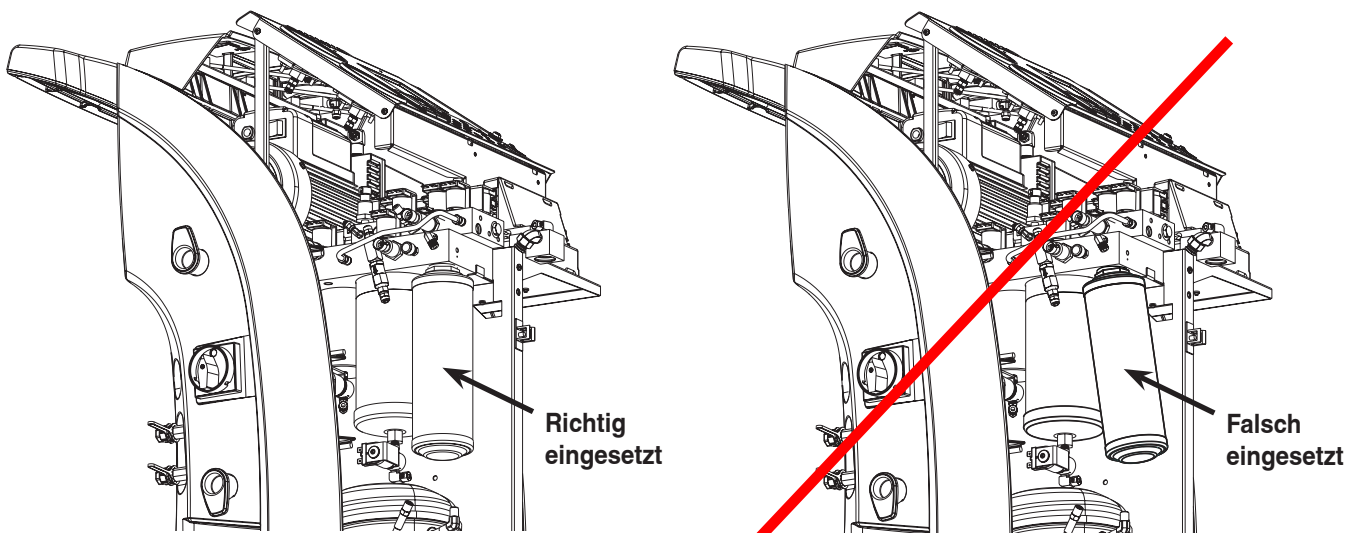

Abbildung 17
6. Den neuen Filter im Uhrzeigersinn einschrauben. Prüfen, ob der Filter richtig sitzt (siehe Abbildung 17). Den Filter festschrauben.